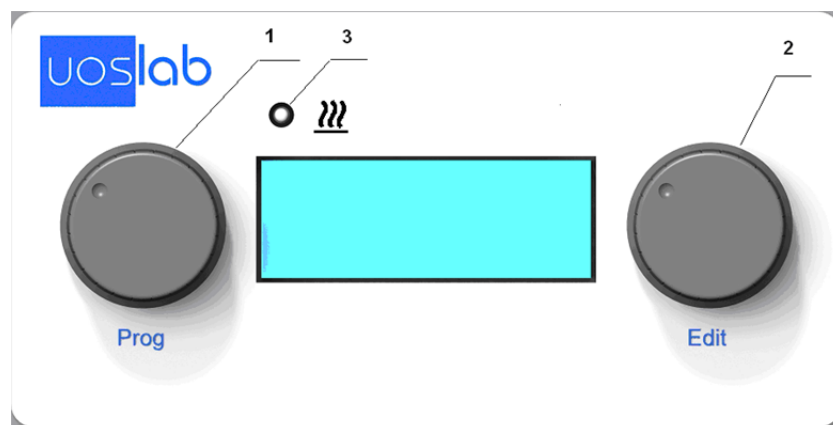

Рис. 1
5.1.1 Шафа оснащена електронним контролером, що містить текстово-цифровий дисплей, індикатор нагріву, лівий та правий регулятор з кнопками (рис. 1):